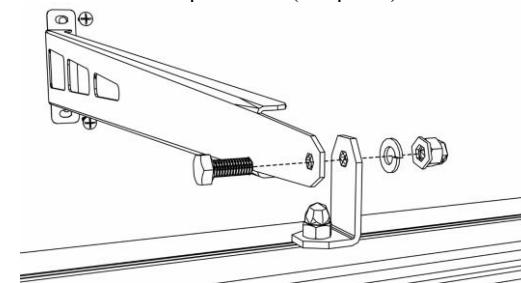

Рисунок 3 Установка светильника
5.4 Затем установите светильник на крепления (см. рис.3).